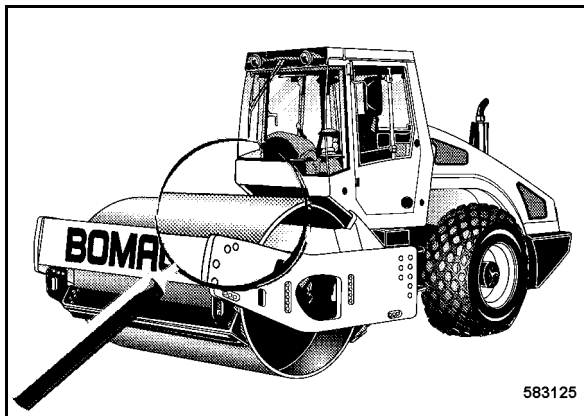

Fig. 191
- La máquina (Fig. 191) se debe limpiar a fondo por lo menos una vez por semana.